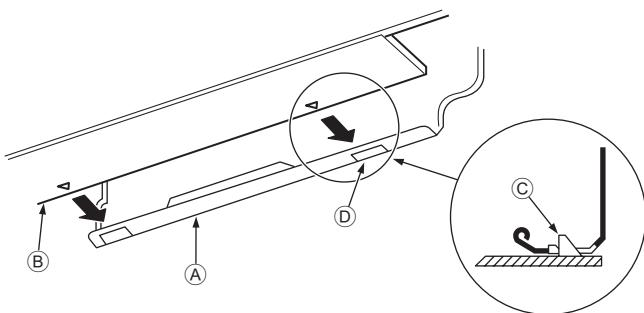

Fig. 3-15
3. Inserendo il tubo del refrigerante e il tubo di drenaggio nel foro a muro (manicotto di penetrazione), appendere la parte superiore dell'unità interna alla piastra di montaggio ①.
5. Premere la parte inferiore dell'unità interna sulla piastra di montaggio ① e bloccarla in posizione. (Fig. 3-15)
- * Controllare che le maniglie sulla parte inferiore dell'unità interna siano agganciate saldamente alla piastra di montaggio ①.
- Ⓐ Piastra di montaggio ①